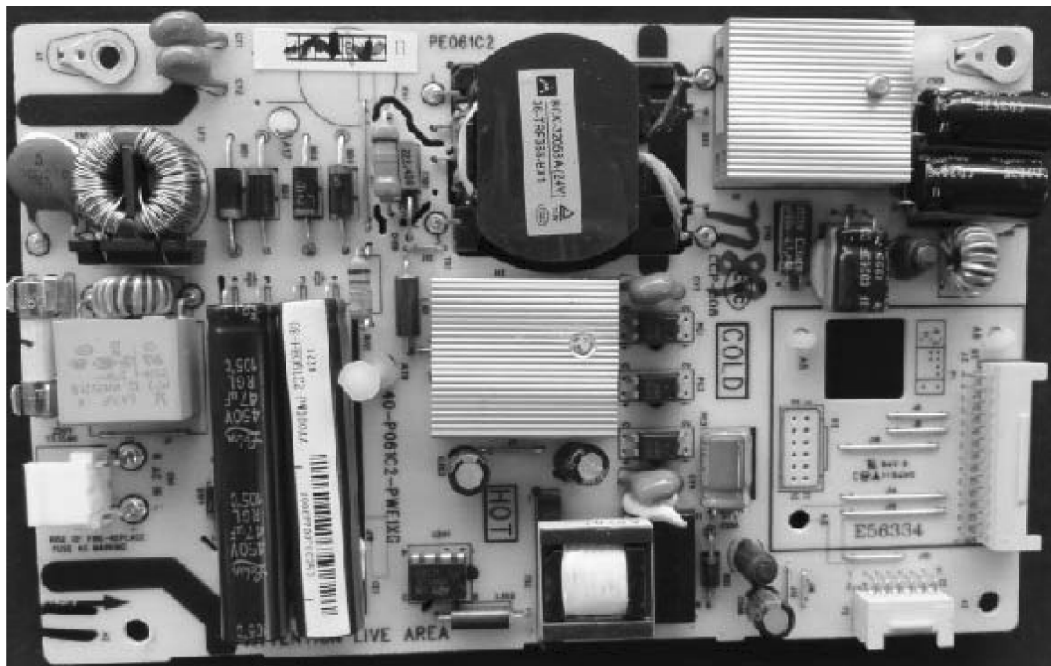

图 5-12 电源板 40 - P061C2 - PWE1XG 实物板图
3. 电源板实物如图 5-12 所示。
【要点与点拨】：该机机心为 MT27，电源属于电源板 40 - P061C2 - PWE1XG，见图 5-12。